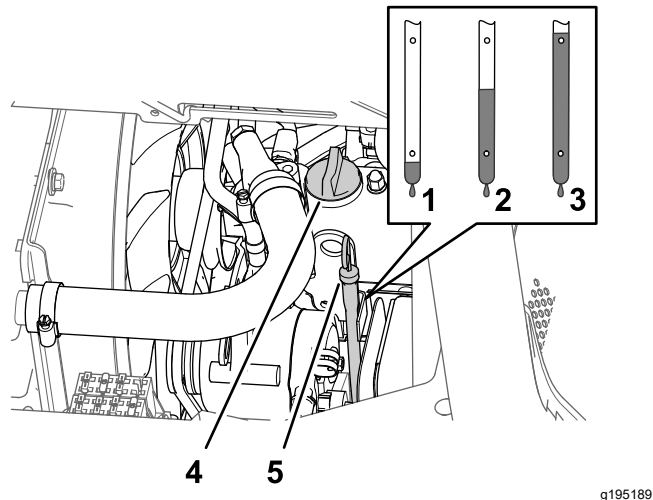

Figure 114
5. Retirez le bouchon de remplissage d'huile du goulot de remplissage sur le couvre-culasse (Figure 114) et versez avec précaution environ 80 % de la quantité d'huile spécifiée dans le goulot de remplissage.
6. Sortez la jauge et vérifiez le niveau d'huile dans le carter moteur (Figure 114).
7. Faites l'appoint d'huile spécifiée avec précaution pour faire monter le niveau jusqu'au repère maximum sur la jauge (Figure 114).
8. Remettez le bouchon de remplissage d'huile dans le goulot de remplissage et la jauge dans son tube (Figure 114).